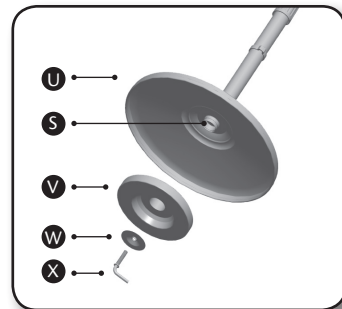

Figura 1
1. Quite el perno L (X) y la arandela grande (W) del conjunto del poste. Inserte el poste externo (S) en la base (U). Figura 1.
2. Con la base y el conjunto del poste de su lado, inserte el perno L a través de la arandela grande y luego por el peso (V) y la base. Figura 1
3. Gire el tornillo L hacia la derecha con el fin de alimentar el extremo roscado del poste externo. Continuar apretando con la mano hasta que quede firme. Figura 1.
5. Sujete la perilla (P) de ajuste de la altura y gire hacia la izquierda para aflojar
6. Levante el poste interior (R) y apriete la perilla de ajuste de la altura girando hacia la derecha hasta asegurar.